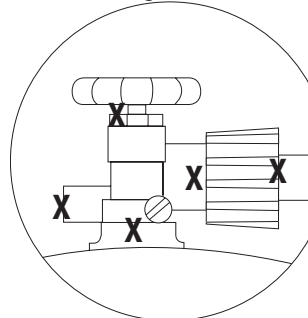

Figura 5
- En caso de que el encendedor no encienda el quemador, use una cerilla encendida colocada en la vara de encendido que se acompaña para encender los quemadores manualmente. Gane acceso a los quemadores por el espacio entre la parrilla de cocción y las placas de calentamiento. Acerque la llama de la cerilla al lado del quemador (vea Figura 5).